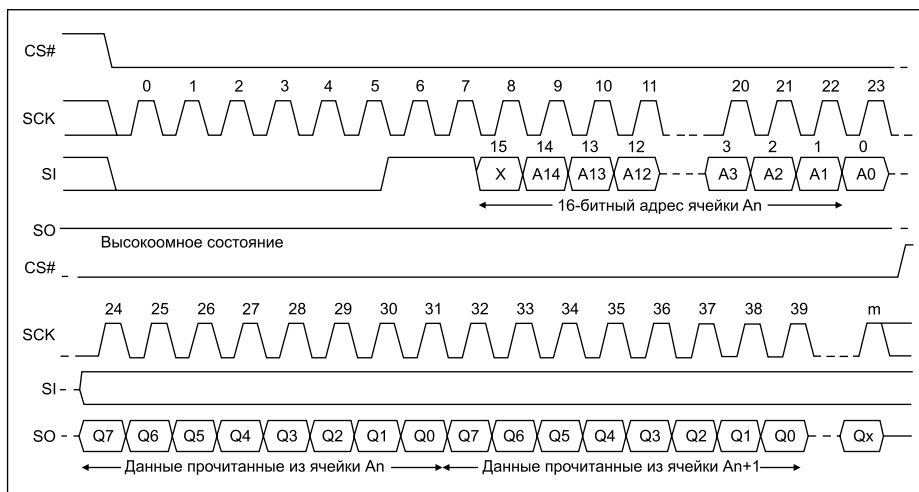

Рис. 10. Тайминги процесса чтения
- READ позволяет прочитать содержимое ячейки памяти по произвольному адресу. Минимально возможной единицей чтения является байт. Последовательность такова (рис. 10): CS# → «лог. 0»; на линию последовательного ввода SI мастер подает код операции READ «0000 0011»; далее подается 16-битный адрес байта для чтения; после этого с каждым следующим тактом на шине последовательного вывода SO будет появляться новый бит запрошенного байта; CS# → «лог. 1». Если после получения всего запрошенного байта не переводить линию CS# в высокий уровень, то на выводе мы будем получать биты байта, следующего за запрошенным. Таким образом можно прочитать всю память. При достижении старшего адреса считывание продолжится с нулевой ячейки.